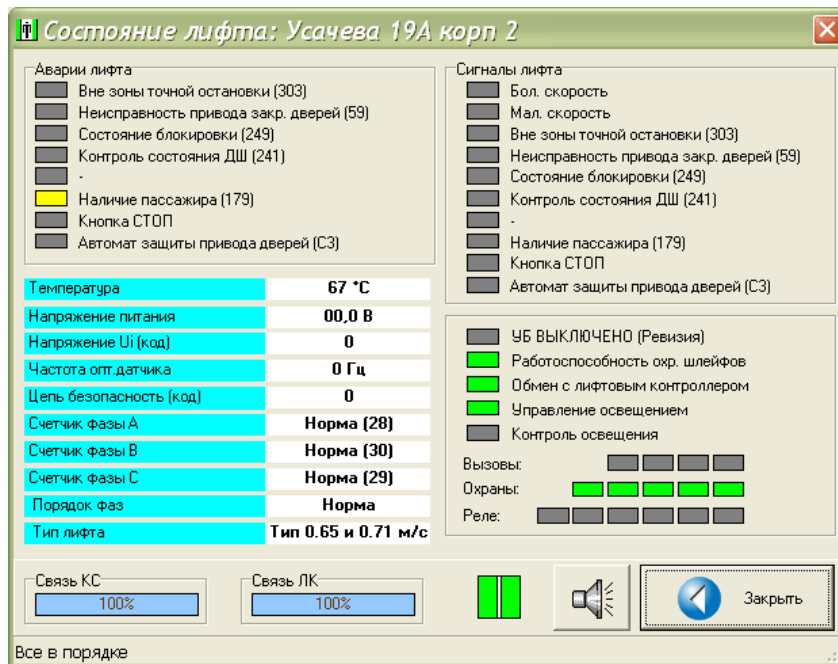

Рисунок 60
- вызвать окно «Состояние» и убедиться, что есть в наличии все три фазы А, В и С, т.е. напротив каждой есть надпись «Норма» (рисунок 60);